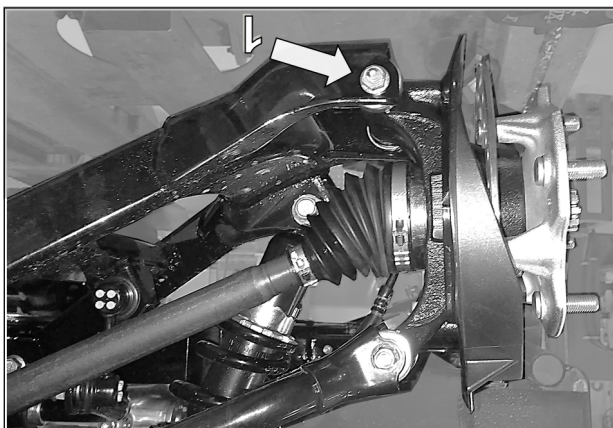

Fig. 6
5. Retirer le boulon (1) qui fixe le bras de suspension intérieur au moyeu de roue. Voir la Fig. 6